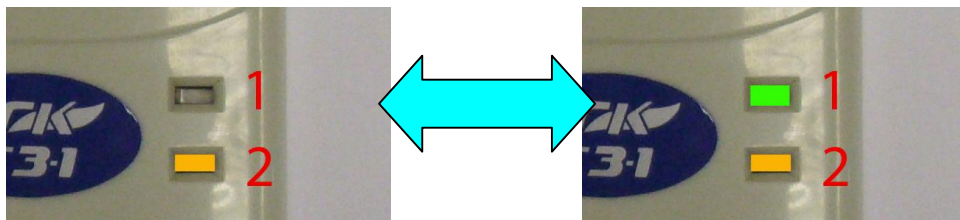
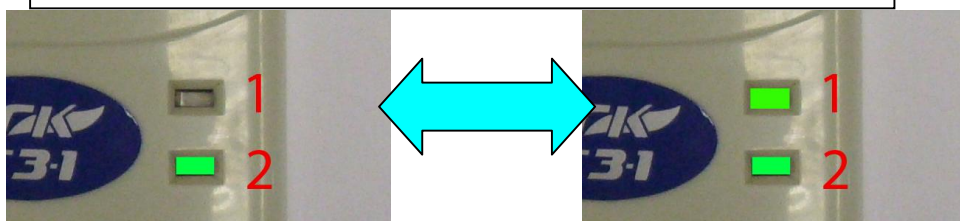

Рисунок 26.1. Индикаторы сигнализатора СЗ-1.
Рисунок 26.2. Индикаторы сигнализатора СЗ-1.
11.5. Далее сигнализатор переходит в режим прогрева. При этом индикатор 2 загорается желтым светом, если клапан закрыт, или зеленым если клапан открыт. Индикатор 1 мигает зеленым цветом с частотой 1 Гц. в течении 1 минуты (см. рисунок 26.1 и рисунок 26.2).